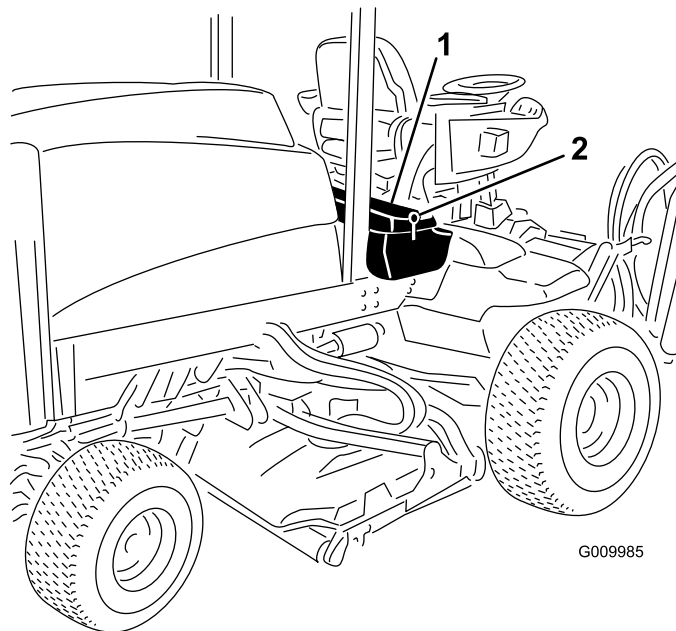
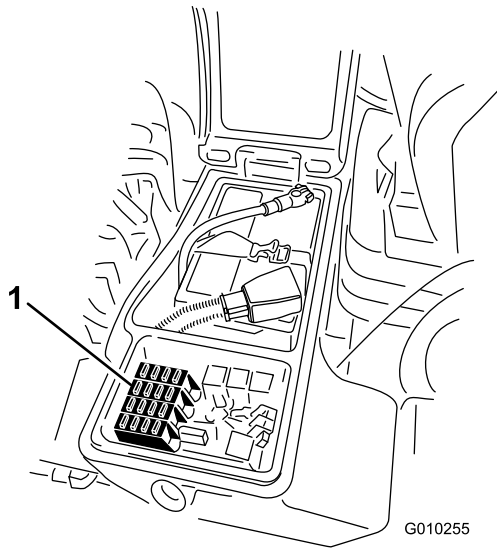

Figura 56
Figura 57
1. Afloje el cierre de la tapa de la caja de almacenamiento derecha, y levante la tapa (Figura 56).
1. Abra el cierre de la tapa de la caja de almacenamiento derecha y levante la tapa (Figura 56) para tener acceso al bloque de fusibles (Figura 57).
2. Cambie el/los fusibles fundidos según sea necesario (Figura 57).
3. Cierre la tapa de la caja de almacenamiento derecha y sujete la tapa con el cierre (Figura 56).